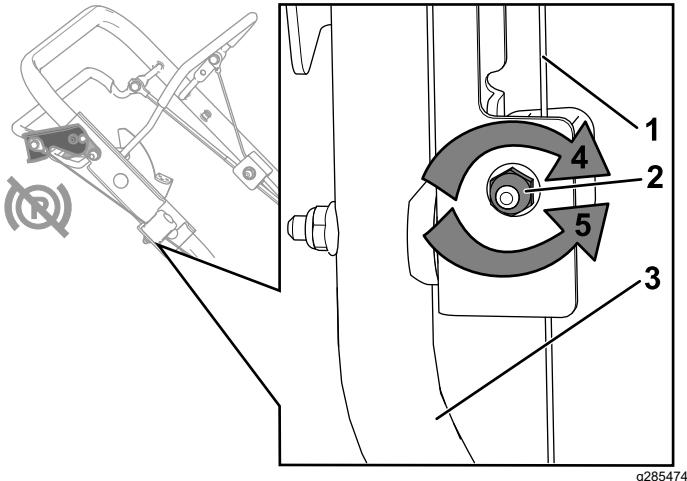

Figure 51
2. Tournez l'écrou de réglage dans le sens antihoraire pour desserrer le réglage du câble (Figure 51).
3. Ajustez la tension du câble (Figure 51) en tirant en avant ou en poussant en arrière la gaine et en la maintenant à cette position.